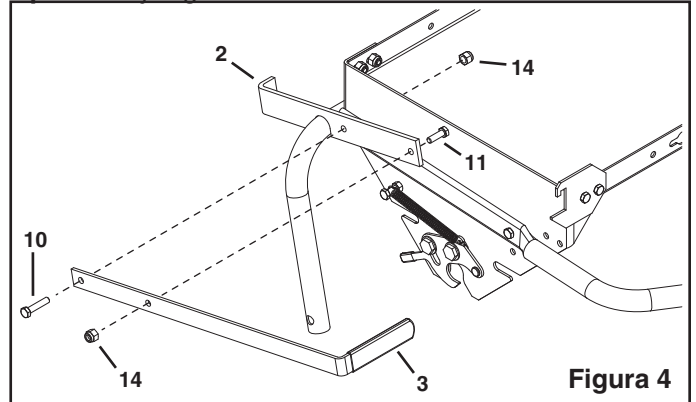

Figura 4
6. Fixe a montagem do tubo de elevação (2) e asa de elevação (3) ao orifício da traseira no lado direito da bandeja usando um parafuso sextavado 5/16 x 1-1/2" (10) e uma porca nylock 5/16" (14). **Não aperte ainda.** Veja figura 4.
7. Fixe o orifício superior da asa de elevação ao orifício superior do tubo de elevação com um parafuso sextavado 5/16 x 1" (11) e uma porca nylock 5/16" (14). **Aperte.** Veja figura 4.